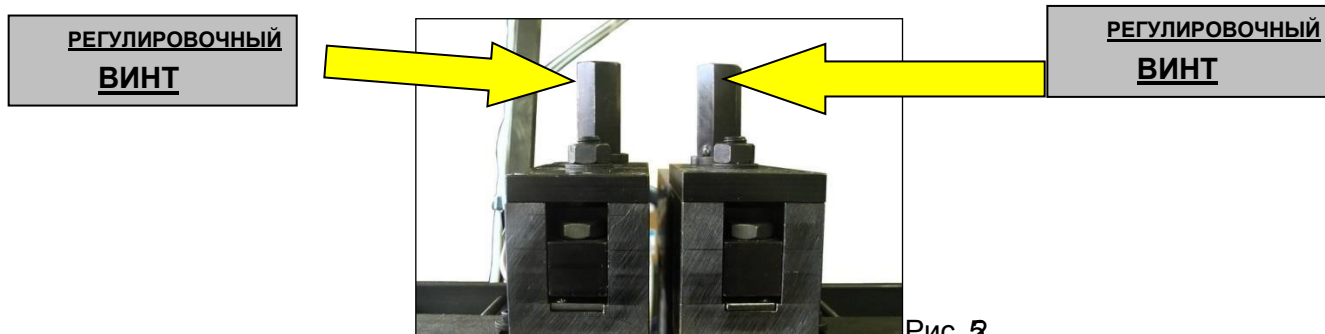

Рис. 25
- решение проблемы: Вывернуть пластину с помощью регулировочных винтов: начать с винтов регулировки эксцентрика. При необходимости вы можете отшлифовать пластины (рис. 25 ниже)